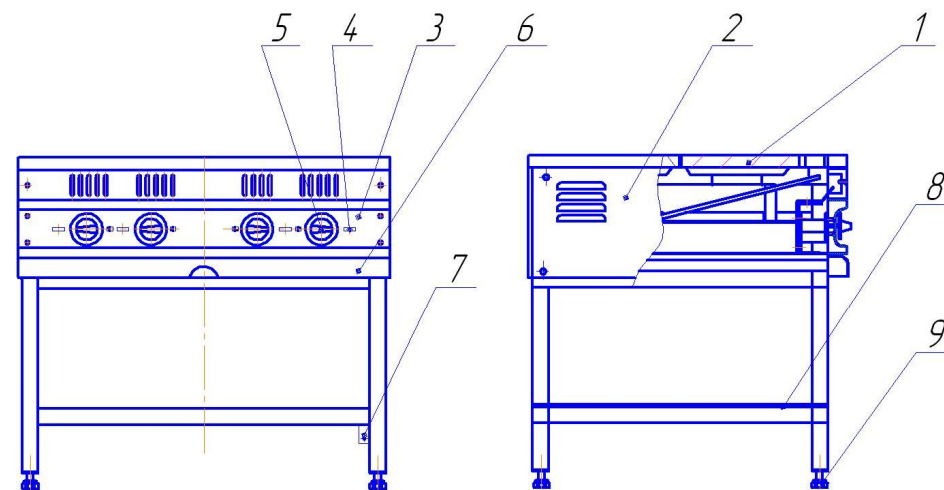

Рисунок 1 - Общий вид
4.1 Общий вид плиты приведен на рис.1.
6.4 Установить плиту на полу и произвести выравнивание ее положения с помощью регулируемых опор 7 (смотри рис.1).